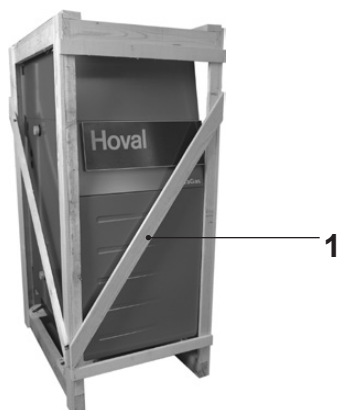

Fig. 01
1. Retirer la caisse en bois (1, Fig. 01).